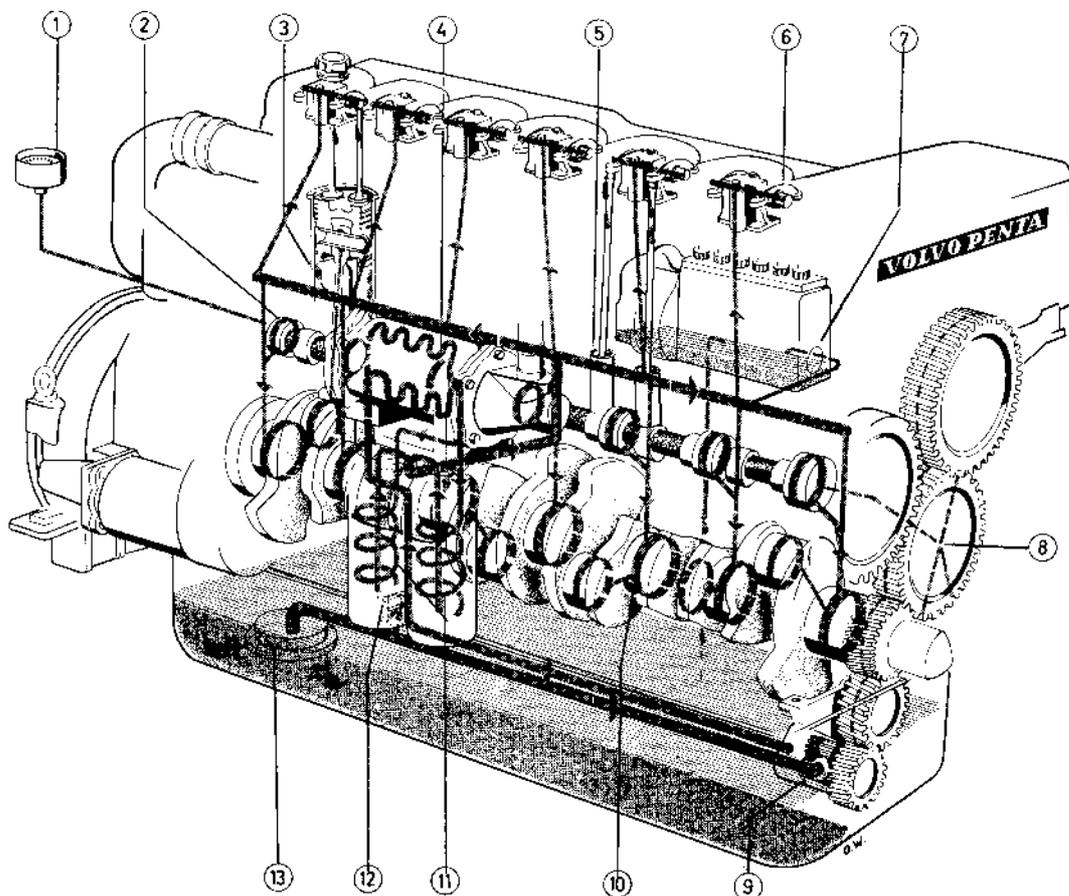
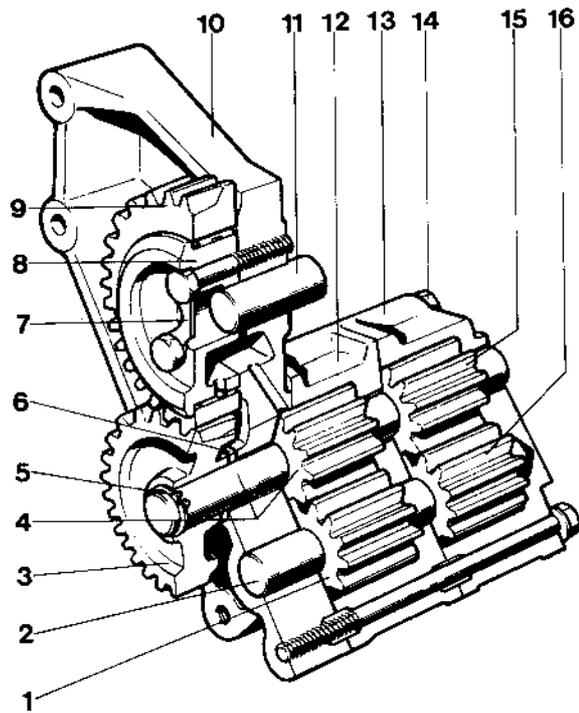

Fig. 56. Système de graissage, moteur marin
Fig. 59. Pompe à huile, moteur équipé d'un carter d'huile profond.
La pompe à huile (9, figure 56) est du type à engrenages et est entraînée au moyen d'un pignon intermédiaire par le vilebrequin. Sur les moteurs équipés d'un carter d'huile profond, la pompe à huile est constituée par deux paires de pignons (figure 59). La paire arrière aspire l'huile de la partie arrière du carter d'huile et l'amène à la partie avant plus profonde.
La pression d'huile est limitée par un clapet de décharge (12 figure 56) monté dans le bloc-moteur devant les filtres à huile. Sur les moteurs équipés d'un carter d'huile type profil bas, le clapet de décharge est monté sur le tuyau de refoulement de la pompe à huile, à l'intérieur de carter.
Pour déposer l'arbre d'entraînement de la pompe (repère 4, figure 59), poser un support sous le flasque avant de la pompe foulante (12) et extraire l'arbre d'environ 2,5 mm (du côté de la pompe foulante). Remarque : au-delà de cette limite la clavette va buter contre le corps de pompe.
Lorsque le pignon d'entraînement externe (repère 3, figure 59) est mis en place sur l'arbre, poser une jauge d'épaisseur de 0,05 mm entre le pignon et la rondelle axiale. Lors du montage du pignon d'entraînement (repère 15) de la pompe compensatrice, poser la jauge d'épaisseur entre le pignon et le corps de la pompe foulante (repère 12).